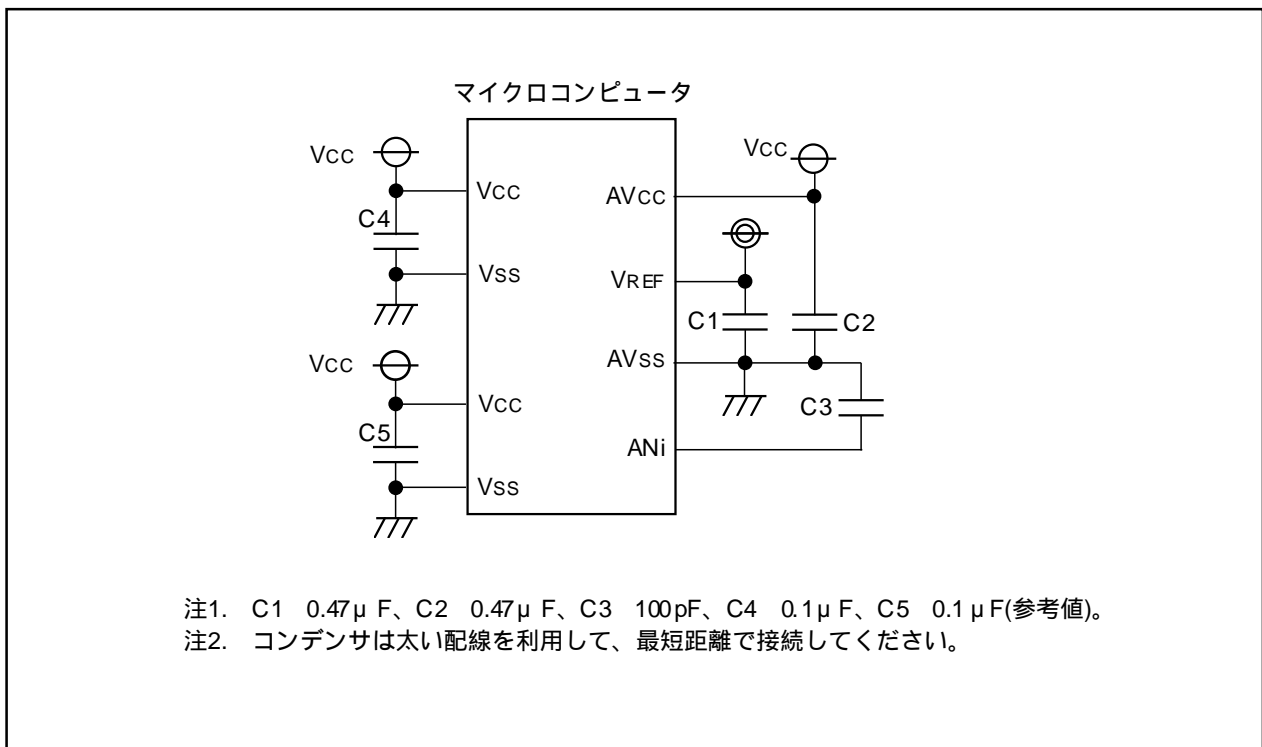

図26.4 各端子の処理例
- ノイズによる誤動作やラッチアップの防止、また変換誤差を低減するため、AVCC端子、VREF端子、アナログ入力端子(ANij (i=なし, 0, 2, 15, j=0~7))とAVSS端子の間に、それぞれコンデンサを挿入してください。同様にVcc端子とVss端子の間にもコンデンサを挿入してください。図26.4に各端子の処理例を示します。